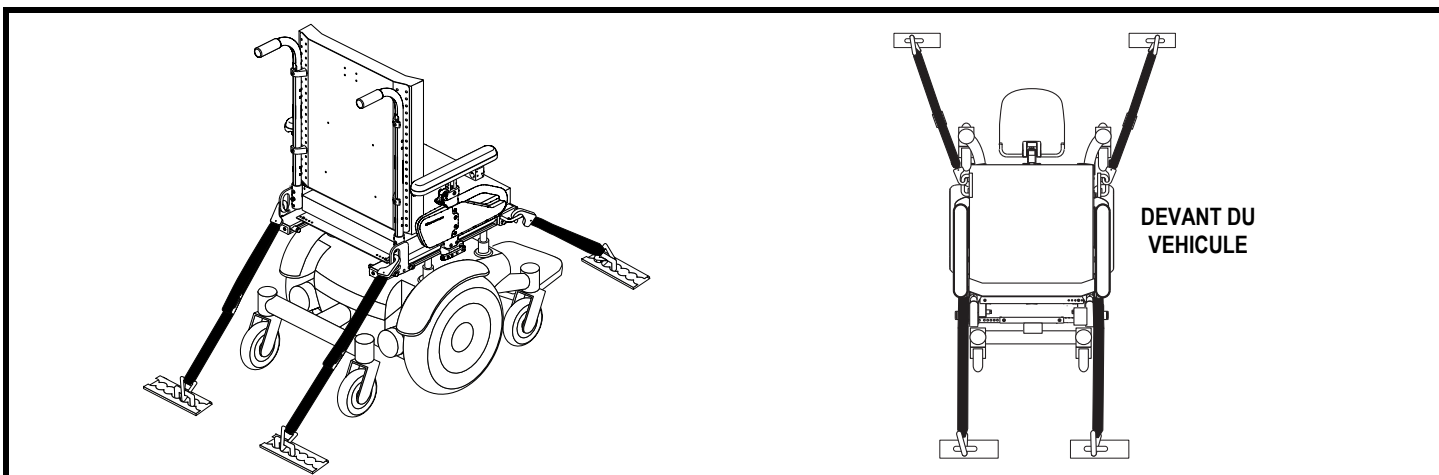

Figure 9. Accroches-taxi pour fauteuil roulant non occupé
- Positionnez les points d'ancrage arrière des courroies directement derrière le fauteuil motorisé. Les points d'ancrage avant sont disposés plus loin de chaque côté du fauteuil motorisé afin d'augmenter la stabilité latérale. **Voir la figure 9.**